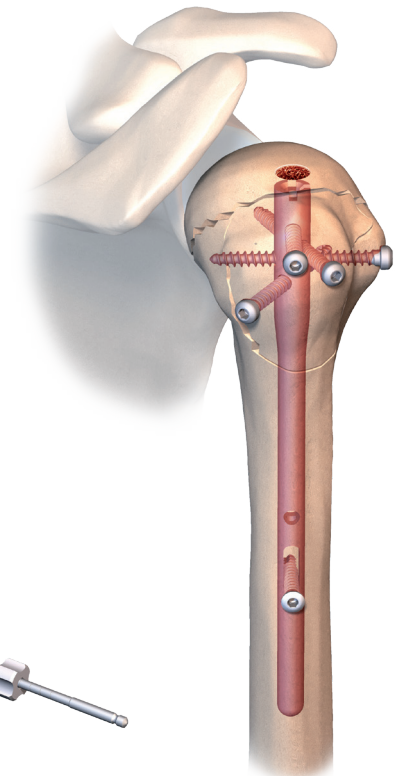

fig. 10
• Ablation du canon guide mèche à bout mousse (réf. 270 822) et mise en place de la vis distale à l'aide du tournevis 2.5 (réf. 233 339) (fig.10).